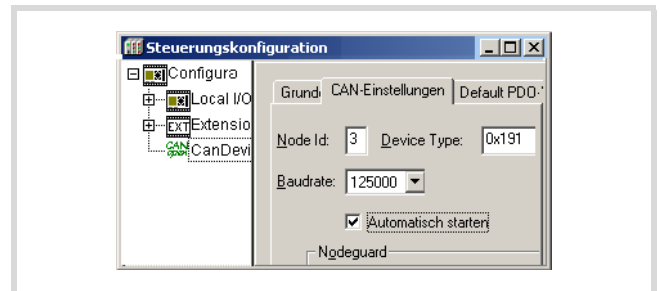

Abbildung 87: CAN-Deviceparameter
- eine ID zur Basiskommunikation: Die ID zur Basiskommunikation und die CAN-Baudrate legen Sie im Ordner „CAN-Einstellungen“, wie in Abbildung 87, fest.